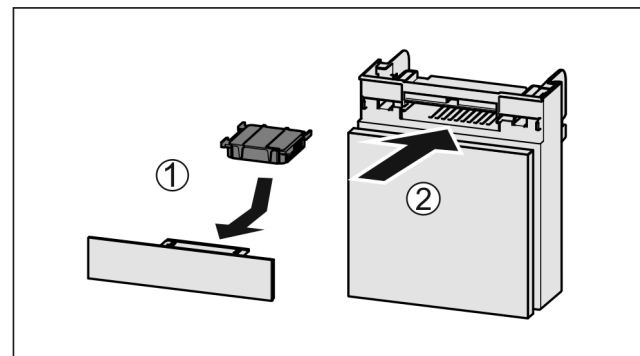

Fig. 71
- Aktivkohlefilter nach Abbildung einsetzen Fig. 71 (1).
- Fach einschieben Fig. 71 (2).